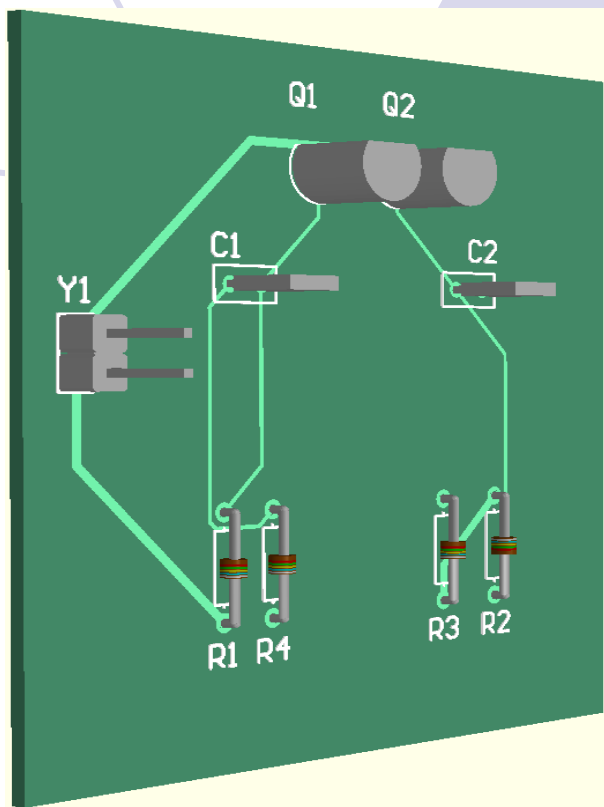

图3-46 VRML1.0 / IGES / STEP格式的3D物体
- 3.设计者可以将3DSTEP格式模型导入到元器件的封装和PCB设计中并创建自己的3D物体，也可以以STEP和DWG / DXF格式来输出PCB文件，以便于用于其他程序中。The legacy 3D viewer(方法：Tools → Legacy Tools → Legacy 3D View)可以导入VRML1.0 / IGES / STEP格式的3D物体（如图3-46所示），也可以导出IGES和STEP格式的3D物体。